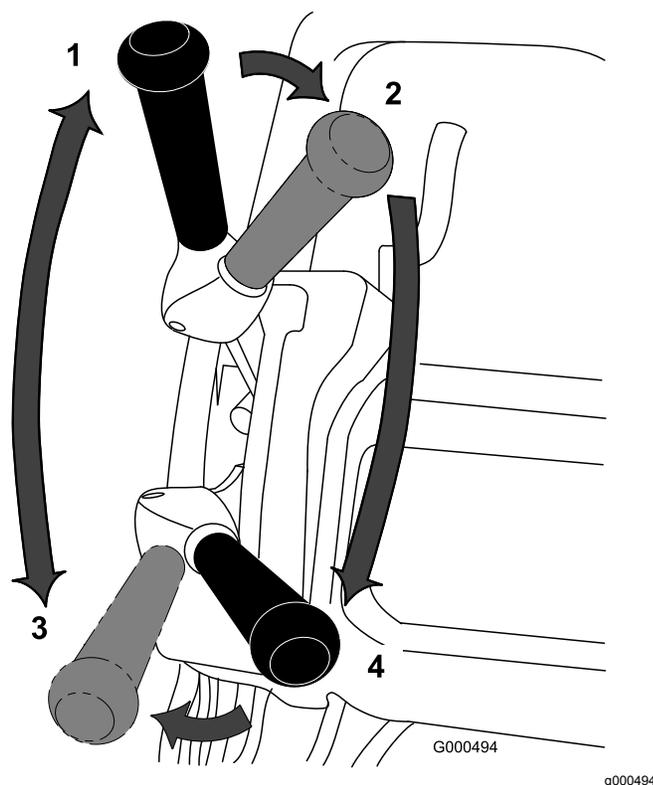

Рисунок 32
1. Запустите двигатель, установите дроссельную заслонку на пониженные обороты двигателя, нажмите на ручку вниз, чтобы поднять режущий блок, нажмите механизм контроля присутствия оператора, переведите рычаг управления тягой и приводом барабана в положение ПЕРЕДНИЙ ХОД (транспортировка) и переместите машину на край грина (Рисунок 32).
2. Переведите рычаг в НЕЙТРАЛЬНОЕ положение (Рисунок 32).
3. Переведите рычаг в положение «тяга – НЕЙТРАЛЬНОЕ положение, привод барабана выключен» (Рисунок 32).
4. Переведите рычаг в положение «тяга – ПЕРЕДНИЙ ХОД, привод барабана включен» (Рисунок 32), увеличивайте с помощью дроссельной заслонки обороты двигателя до